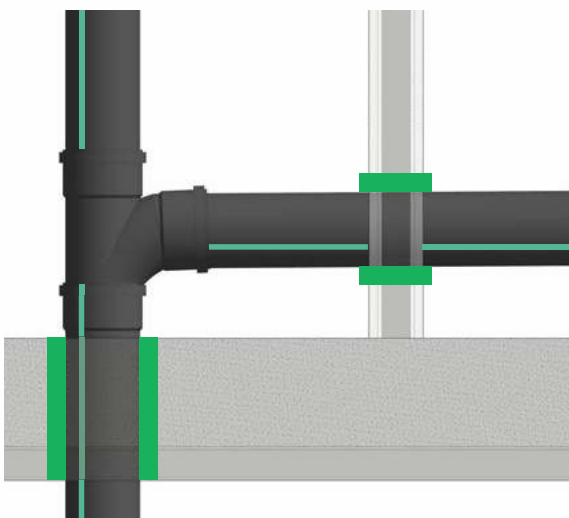

Abbildung 8
- Isolierungen zur Körperschallentkoppelung sind mit geeigneten Materialien vorzusehen, z.B. mit PE Isolierschlauch oder PE Folie. (Abb. 8 und auf Seiten 52, 53).